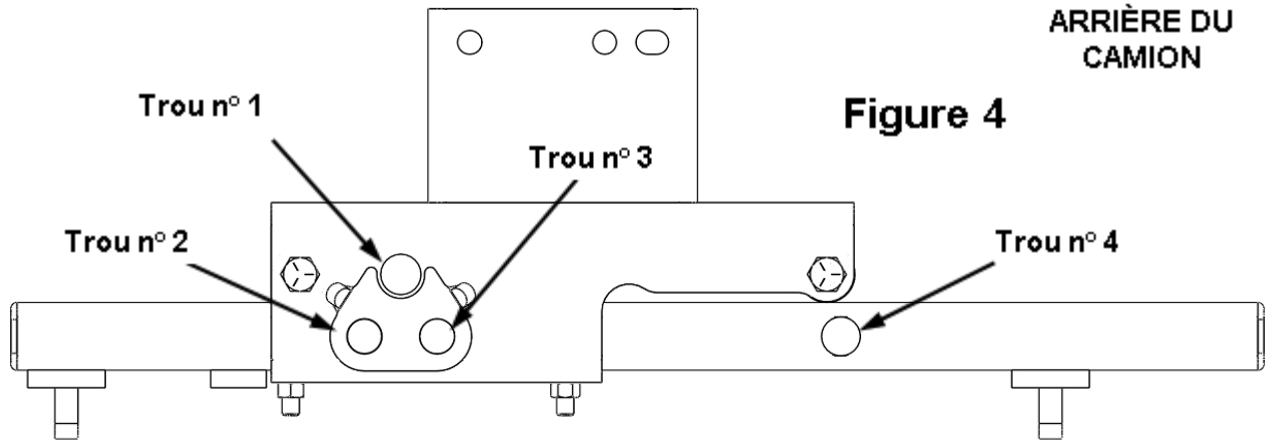

Figure 4
2. Glisser l'assemblage de tube court n° 3 dans le trou n° 1 de l'assemblage du système de roulement n° 1 du côté conducteur de sorte que la goupille de verrouillage n° 1 s'insère dans le trou n° 2 (voir la figure 4).
13. Tirer sur la poignée pour la sortir et la tourner de sorte que les deux goupilles de verrouillage pivotent et se verrouillent dans le trou n° 3 (voir la figure 4). Pousser le système de roulement Husky vers l'arrière jusqu'à ce que les goupilles de verrouillage s'insèrent complètement dans le trou n° 4 (voir la figure 4). Le système de roulement Husky devrait bouger facilement vers l'avant et l'arrière dans le camion (voir la figure 12).